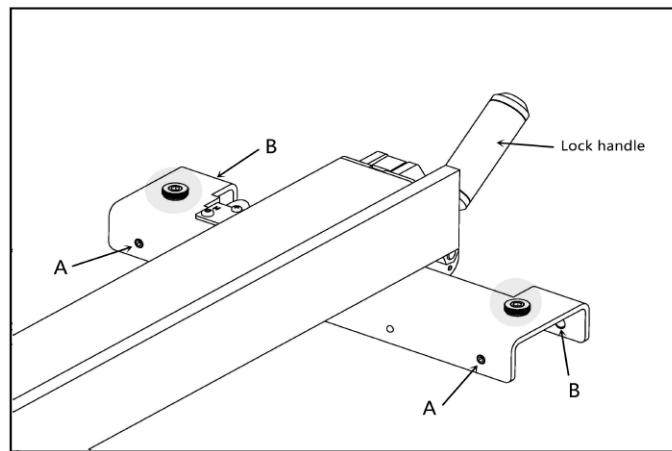

Рисунок 11
ОТРЕГУЛИРУЙТЕ ПАРАЛЛЕЛЬНОСТЬ И ПЕРПЕНДИКУЛЯРНОСТЬ ПАРАЛЛЕЛЬНОГО УПОРА (РИС.11)
Регулируя установочный винт (A), вы можете отрегулировать параллельность между параллельным упором и пильным диском, а также силу фиксации. Отрегулировав болт, отмеченный кружком, как показано на Рис. 11, вы можете отрегулировать перпендикулярность между параллельным упором и столом. Регулируя установочный винт (B), вы можете регулировать плавность скольжения параллельного упора.